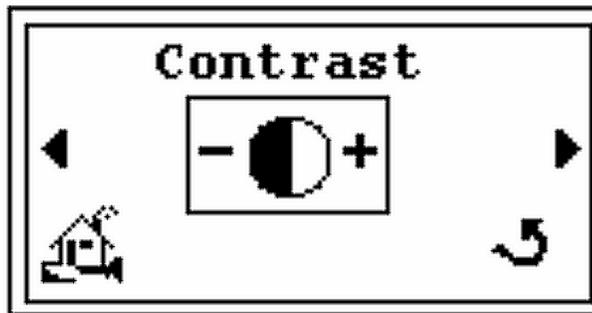

Abbildung 2-47 Kontrast-Initialbildschirm
4. Drücken von ► und der *Kontrast-* Bildschirm erscheint (Abbildung 2-47).